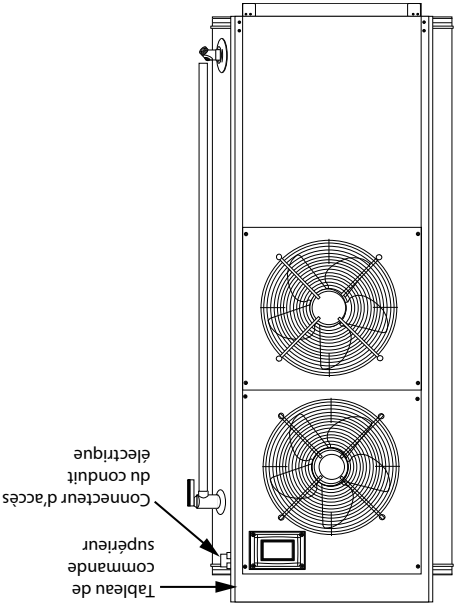

Figure 7. Installation électrique
- 1) Déverrouiller le capot du tableau de commande supérieur et le soulever. Voir *Figure 1* (page 9) et *Figure 7*.
- 2) Dévisser le connecteur d'accès du conduit d'alimentation électrique. Voir *Figure 1* (page 9) et *Figure 7*.
4. Tirer l'alimentation de réseau à travers le connecteur d'accès du conduit d'alimentation électrique. Voir *Figure 1* (page 9) et *Figure 7*.